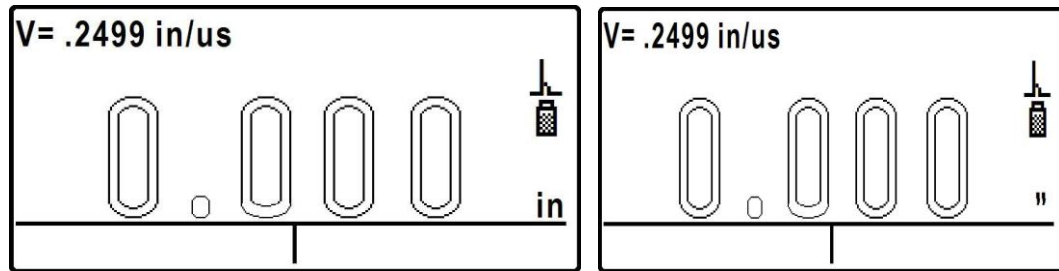

Figura 3: Pantalla de medición.
- a) Después de conectar el transductor, presione la tecla  para encender el instrumento; entonces la pantalla aparecerá como se muestra en la Figura 3.